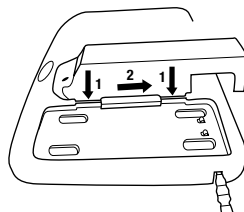

Fig. 1b
- Bandeja de carga de batería de 4 estaciones TR-944N de 3M™: Inserte el Soporte de Carga de Batería TR-340 de 3M™ en uno de los puertos de carga en el TR-944N y deslícelo hacia atrás hasta bloquearlo en su lugar (Fig. 1b). **(NOTA:** El cable de alimentación TR-941N no se usa con la TR-340, cuando se usa el cargador de 4 estaciones). Inserte el cable de alimentación de CC suministrado con el kit en la base de 4 estaciones. Enchufe el cable de alimentación a una fuente de alimentación de CA (100-240 V), como un tomacorriente. Usted puede cargar cualquier combinación de hasta cuatro paquetes de batería 3M™ al mismo tiempo.